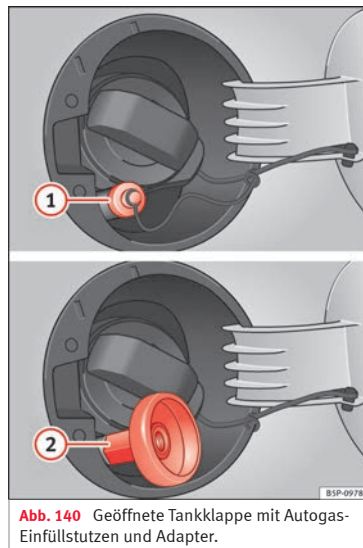

Abb. 140 Geöffnete Tankklappe mit Autogas-Einfüllstutzen und Adapter.
- Öffnen Sie den Gas-Einfüllstutzen »» Abb. 140 ①.
- Schrauben Sie den entsprechenden Adapter ② auf den Autogas-Einfüllstutzen. »»